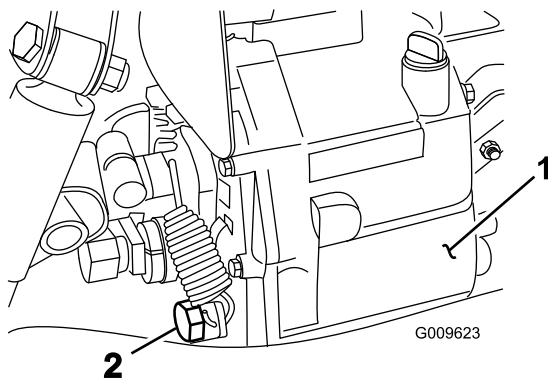

Figure 71
2. Enlevez le bouchon de vidange sur le côté du réservoir et faites couler le liquide hydraulique dans un bac de vidange (Figure 71).